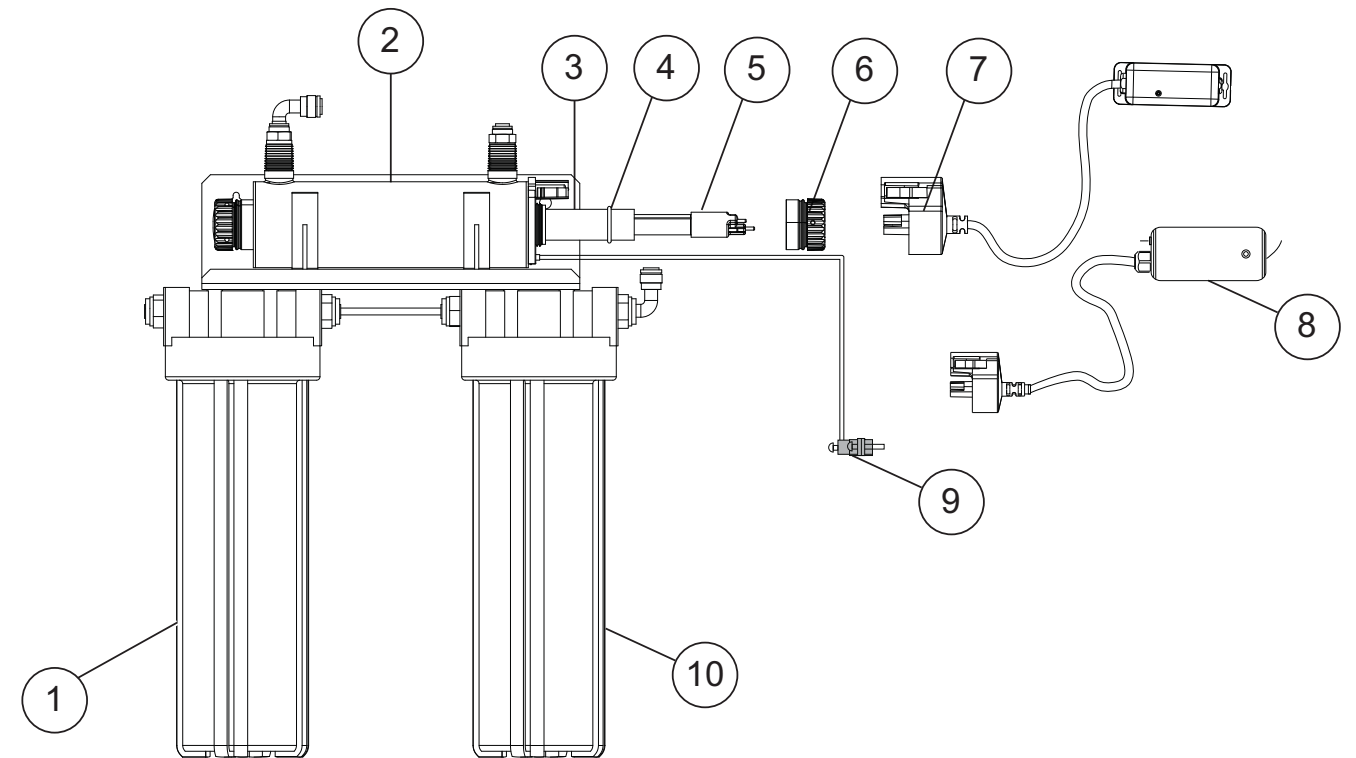

Figure 1 Composants du système
3. Fixer le système au mur à l'aide des deux trous de fixation à l'arrière du système de désinfection avec les dispositifs de fixation appropriés. Consultez la Figure 1.